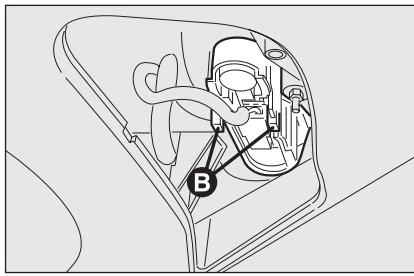

fig. 32
- saque el grupo portalámpara interviniendo en las lengüetas de fijación **B**-fig. 32;
- saque el grupo portalámpara interviñendo en las lengüetas de fijación **B-fig. 32**;
- vuelva a colocar el grupo portalámparas fijándolo correctamente en su posición mediante las lengüetas de fijación **B-fig. 32**;